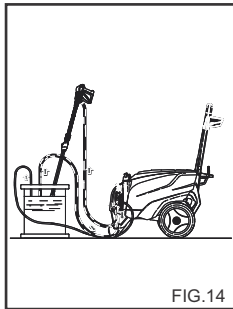

FIG.14
**OPERAÇÕES PARA A UTILIZAÇÃO DE PRODUTO ANTI CONGELAMENTO. (Fig. 14)**